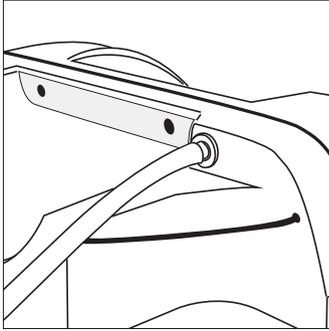

Figura 5
C. Conecte el tubo conector del humidificador al puerto de salida de oxígeno, como se muestra en la Figura 5.